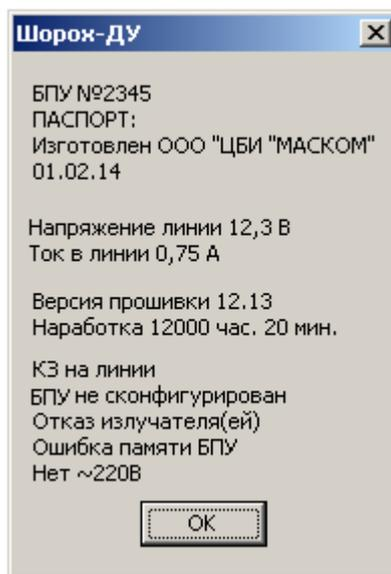

Рисунок 5 – Панель состояния БПУ
- «**Состояние БПУ**» - команда вызывает на экран информационную панель (Рисунок 5) с основными данными об БПУ: заводской номер; ПАСПОРТ, т.е. информация от изготовителя (данная информация может отсутствовать); текущие значения напряжения и тока в линии, к которой подключены излучатели; номер версии прошивки; наработка БПУ (время нахождения излучателей в состоянии излучения помехи при работе БПУ в штатном режиме); информация о зафиксированных ошибках: «**КЗ на линии**» (ток в линии больше 8 А; напряжение на линии вышло за допустимые границы 10...14 В), «**БПУ не сконфигурирован**» (т.е. в память не записан серийный номер и (или) отсутствует список излучателей), «**Отказ излучателя(ей)**», «**Ошибка памяти БПУ**» (сбой при чтении или записи информации), «**Нет ~220В**»;